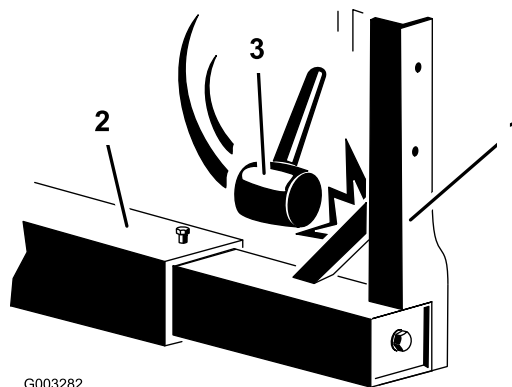

Figura 2
- Utilizando um maço de plástico ou borracha, bata no poste para fazer recuar a estrutura (Figura 2).